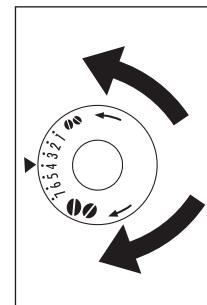

Рис. 40
- Для более медленной выдачи кофе и более густой консистенции поверните ручку на одно положение против часовой стрелки до щелчка (мелкий помол). Для более быстрой выдачи кофе (не по капле) поверните ручку на одно положение по часовой стрелке (крупный помол) (рис. 40).